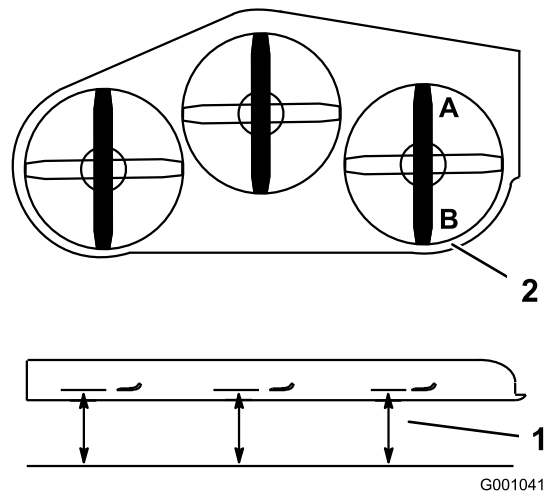

**Figura 83**
2. Localize as placas em U na plataforma do lado do motor (Figura 83).
3. Desaperte a placa em U num dos lados e ajuste-a para cima ou para baixo de forma a que a diferença entre as medidas **B** e **C** não seja superior a 6 mm (Figura 83).